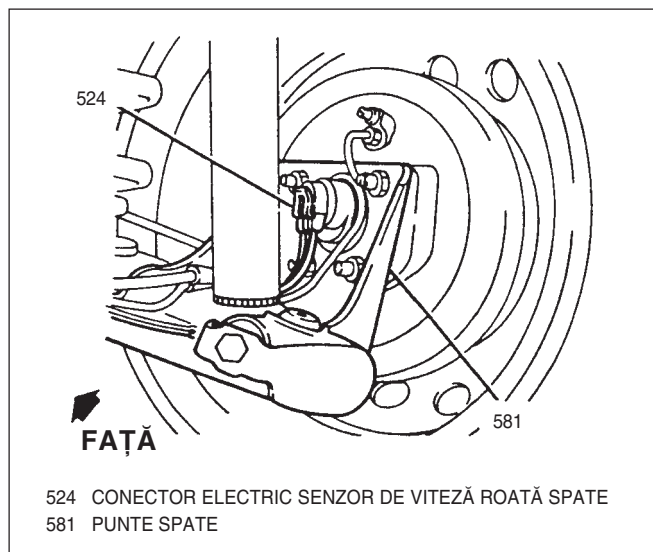

Fig. 27 Conectorul electric al sensorului de viteză al unei roți din spate
2. Conectorul electric al sensorului de viteză (Fig. 27).
4. Conectorul electric al sensorului (Fig. 27).
3. Conectorul electric al sensorului (Fig. 27).